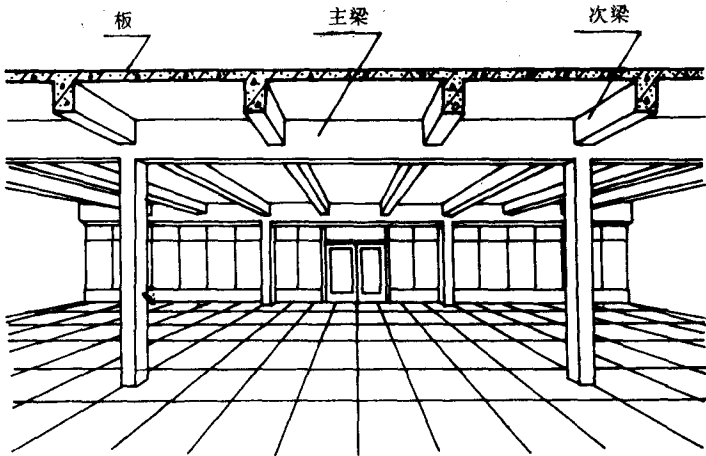
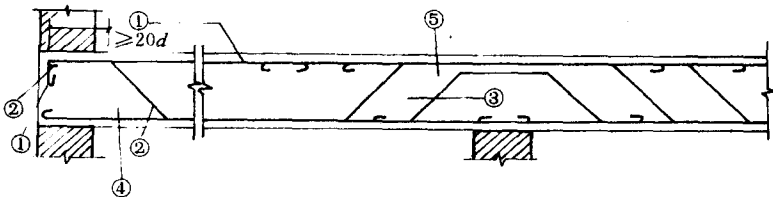
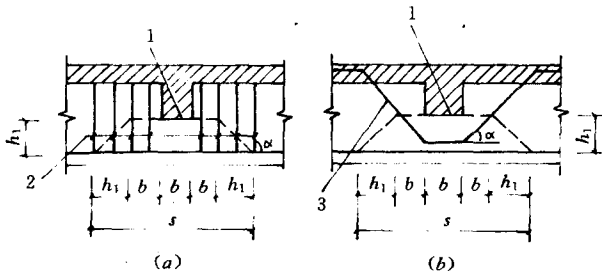

图 1-5 整体式钢筋混凝土楼盖
图 1-6 某梁的钢筋布置图
图 1-7 附加箍筋与附加吊筋
1. 建筑结构构件:主(次)梁、板(单、双向板)、柱、墙、基础、圈梁、过梁、构造柱、雨篷梁(板)、阳台挑梁、栏板等,并要特别注意认识上下部受力钢筋、箍筋、分布钢筋、弯起钢筋、吊筋、鸭筋等。如图 1-5 为整体式钢筋混凝土楼盖组成;图 1-6 为某梁钢筋布置;图 1-7 为整体式钢筋混凝土楼盖主梁的附加箍筋与附加吊筋。